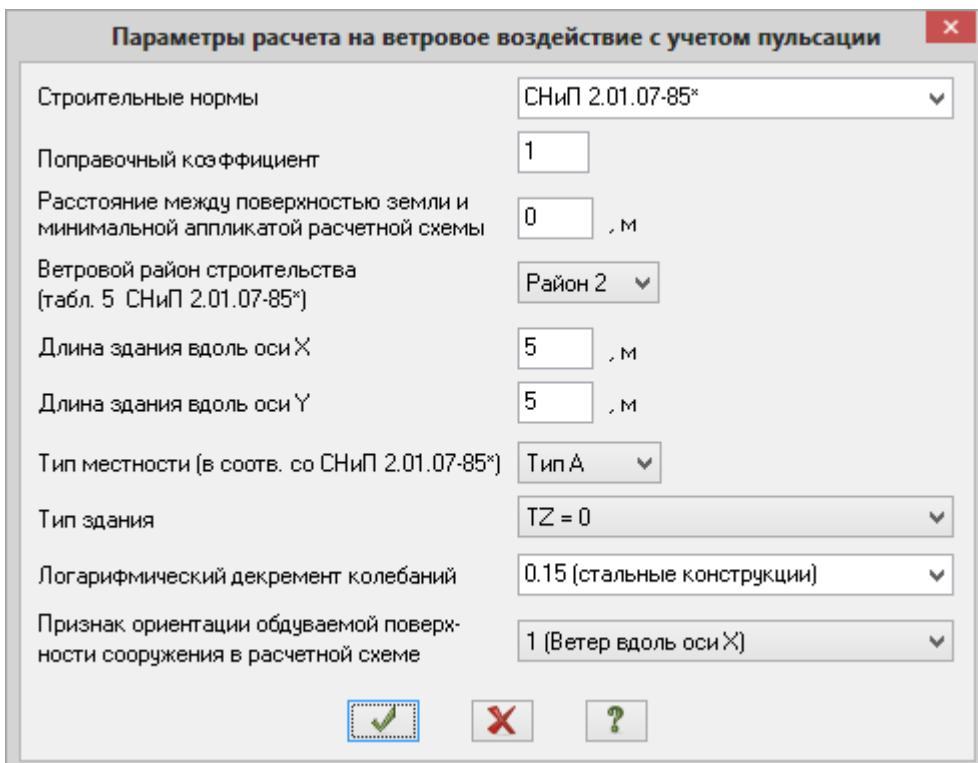

Рис.5.25. Диалоговое окно Параметры расчета на ветровое воздействие с учетом пульсации
- В диалоговом окне **Параметры расчета на ветровое воздействие с учетом пульсации** (рис.5.25), при выбранных нормах СНиП 2.01.07-85\*, задайте следующие параметры: